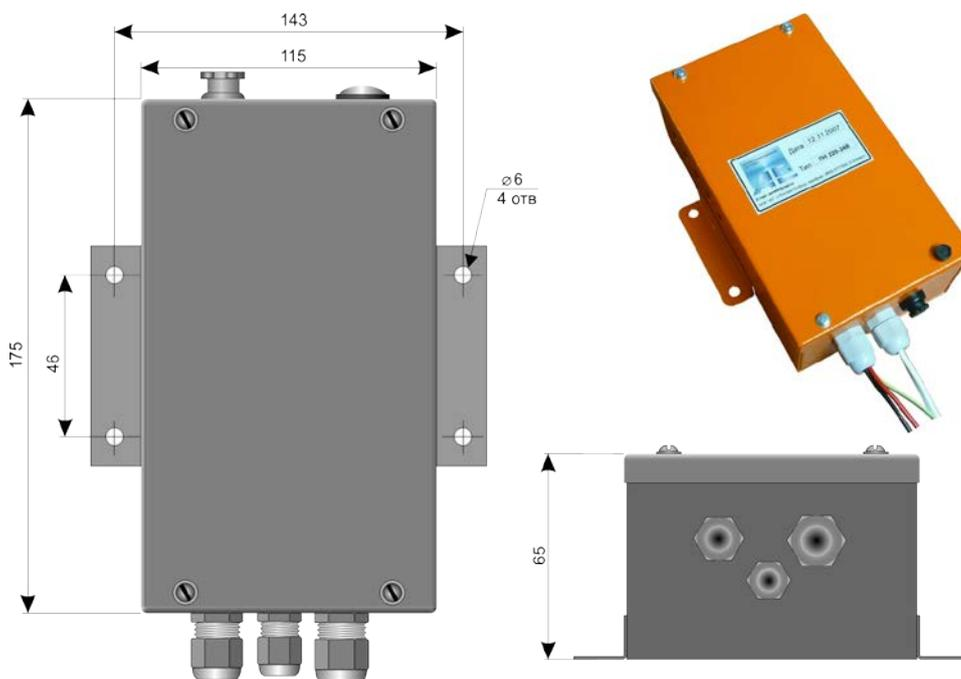

Рис. 7
6.7. Первичный источник питания, рис.7, преобразует сетевое напряжение 220В в адекватное микроконтроллеру напряжения 24В одновременно с фильтрацией помех по цепям питания. Источник содержит встроенное бесконтактное реле для управления цепью 380В и цепь блокировки этого реле. Размещается в зоне с отсутствием помех конвективному теплообмену.